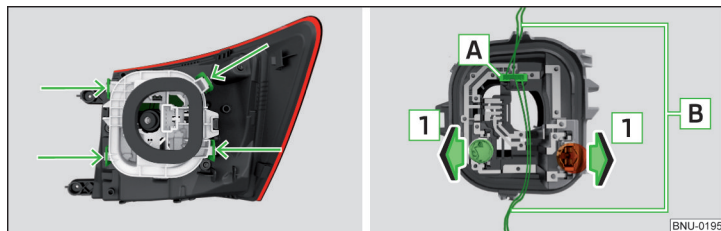

Fig. 354 Parte exterior de las luces/ Soporte con bombillas
- Desbloquee el portalámparas en las áreas señaladas con las flechas » fig. 354 y extraerla de la lámpara.
- Antes de colocar el portalámparas verificar en la lámpara, si el conector  » fig. 354 está colocado correctamente entre la lámpara y el portalámparas.